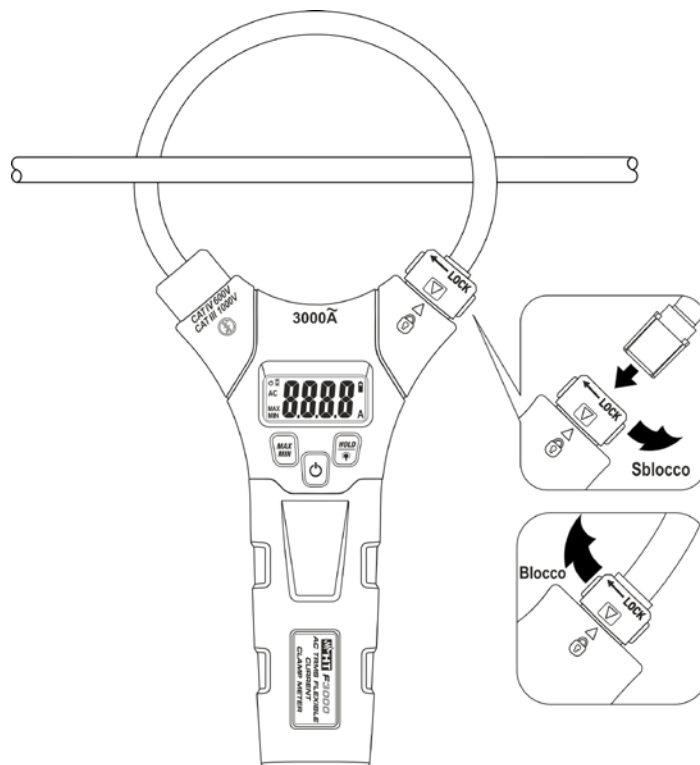

Abb. 2: Öffnung/Schließung der flexiblen Zange
- Um die Messgerätegenauigkeits-Spezifikationen zu erreichen, legen Sie den Leiter möglichst immer ins Zentrum der Zangenöffnung (siehe Fig. 2).
1. Drehen Sie den Befestigungsstecker um 90° nach links, um den flexiblen Wandler freizugeben (siehe Fig. 2).
3. Bringen Sie die Zange zurück in ihren Sitz und drehen Sie den Befestigungsstecker um 90° nach rechts, bis sich die zwei Pfeile entsprechen, damit die Zange blockiert ist (siehe Fig. 2)